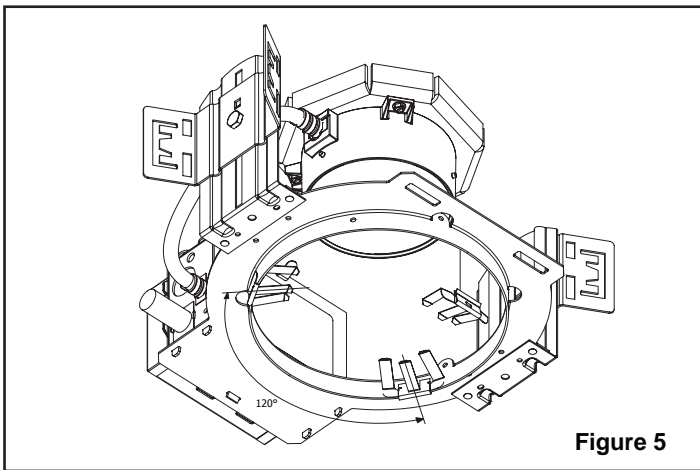

Figure 5
1. Attach the three trim clips provided with the trim to the mounting frame. Space trim clips apart evenly for good trim retention. (See Figure 5)
1. Fixez les trois attaches de la garniture fournies avec la garniture sur le cadre de montage. Espacez les attaches de la garniture à intervalles réguliers pour assurer un bon maintien de la garniture (voir figure 5).